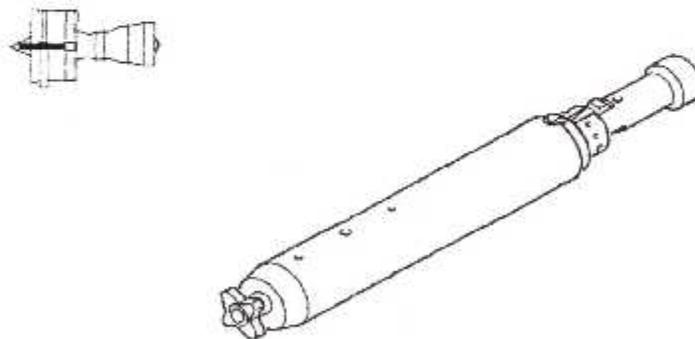
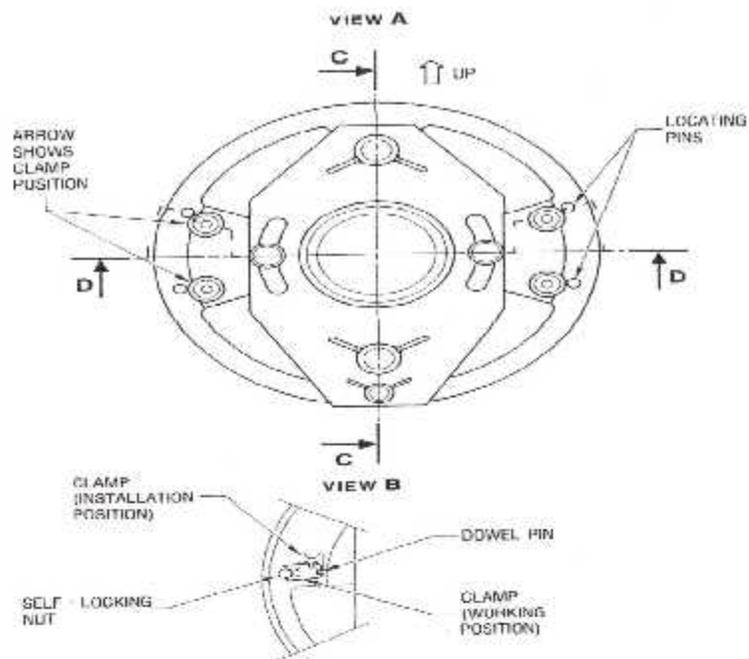

Fig. III. 16 : Appareil d'Alignement, 856A3501G04.
Fig. III. 17: Installation de l'Appareil d'Alignement sur la LPT.
- d. On installe le Support d'Alignement (fig. III. 16) sur l'extrémité du l'arbre de la LPT. Reférez vous a la fig.III. 17. comme suit :